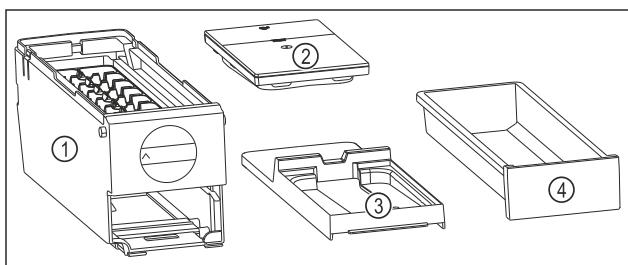

Fig. 106 Bestandteile des EasyTwist-Ice
- EasyTwist-Ice ist in vier Teile zerlegt. (siehe Fig. 106)
- EasyTwist-Ice nur in abgebildete Bestandteile zerlegen. (siehe Fig. 106)
- EasyTwist-Ice-Körper Fig. 106 (1) als Ganzes reinigen.